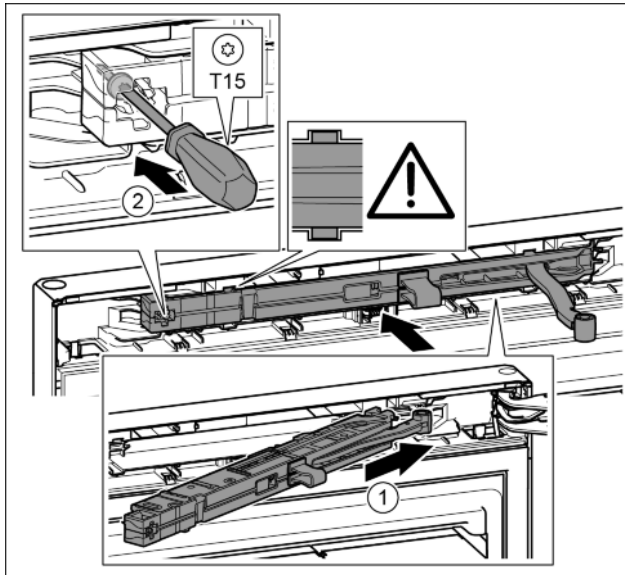

Fig. 20
- ▶ Inclinando nell'incavo spingere l'unità dell'ammortizzatore di chiusura sul lato del blocco di supporto fino alla battuta. Fig. 20 (1)
- ▶ Stringere la vite con un cacciavite T15. Fig. 20 (2)